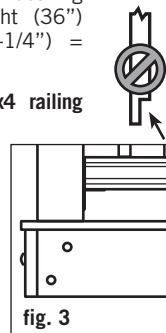

fig. 3
Step 3: Position, plumb with a level, and clamp the rail post on the interior face of the joist. Plumb again. The 4x4 railing post should be bolted to the inside of the joists using two 1/2"x6" galvanized carriage bolts. Corner posts use a third carriage bolt inserted through the adjacent joist (Figure 3).
Étape 3 : Placez, mettez à niveau avec un niveau et pincez le poteau de traverse sur la face intérieure de la solive. Remettez à niveau. Le poteau de traverse 4x4 devrait être boulonné à l'intérieur des solives en utilisant deux boulons de carrosserie galvanisés 1/2 x 6 po. Les poteaux de coin utilisent un troisième boulon de carrosserie inséré à travers la solive adjacente (figure 3).